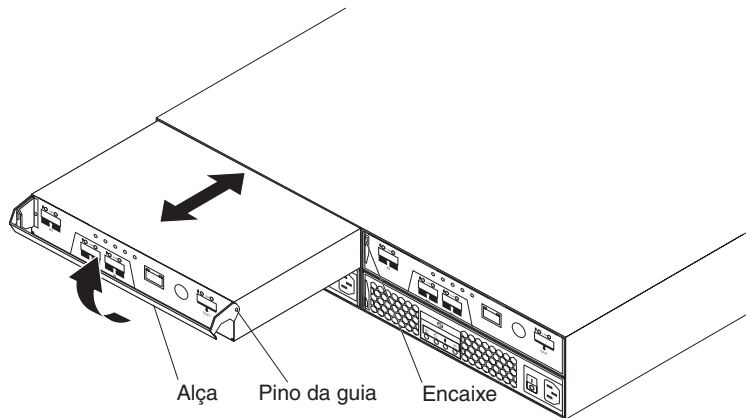

Figura 49. Removendo e Recolocando um Controlador
- b. Puxe lentamente a alça para fora do chassi para remover o controlador do compartimento, conforme mostrado na Figura 49.
- b. Certifique-se de que os pinos da guia na lateral do controlador sejam ajustados nos encaixes do chassi do DS3200. Consulte Figura 49 na página 98.